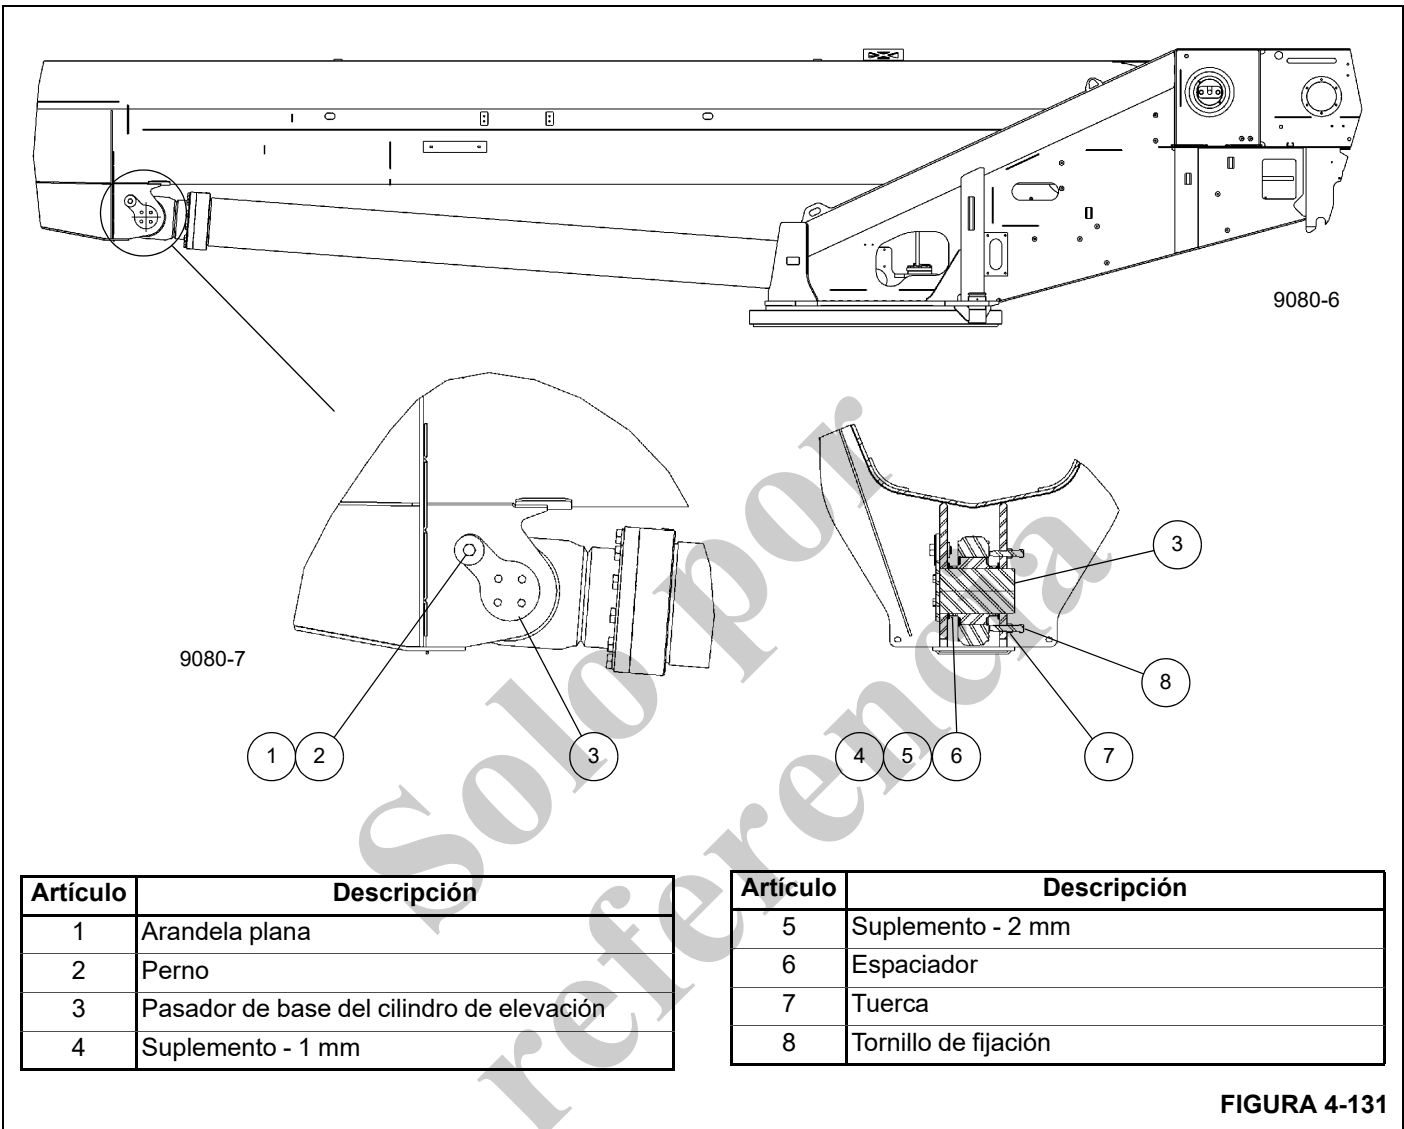

FIGURA 4-131
7. Instale el eje de pivote superior a través del cilindro y de los puntos de fijación de la pluma, insertando los espaciadores y suplementos como se anotó durante el desarmado. Apague el motor (vea la Figura 4-131).